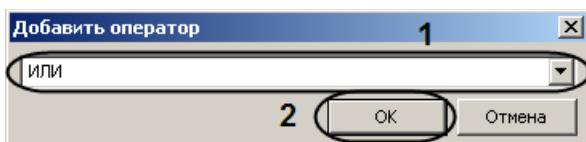

Рис. 3.6—21 Добавление оператора правой части правила
- Откроется окно **Добавить оператор** (Рис. 3.6—21).
- 4.2.1 Из раскрывающегося списка выбрать оператора правой части правила (см. Рис. 3.6—21, 1).